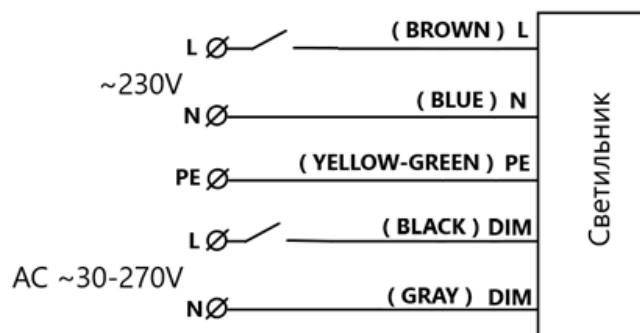

Рис.1
- Подключить светильник к сетевому напряжению $U = 230V$ (провода L и N) через разомкнутый выключатель по линии L. (Рис.1)